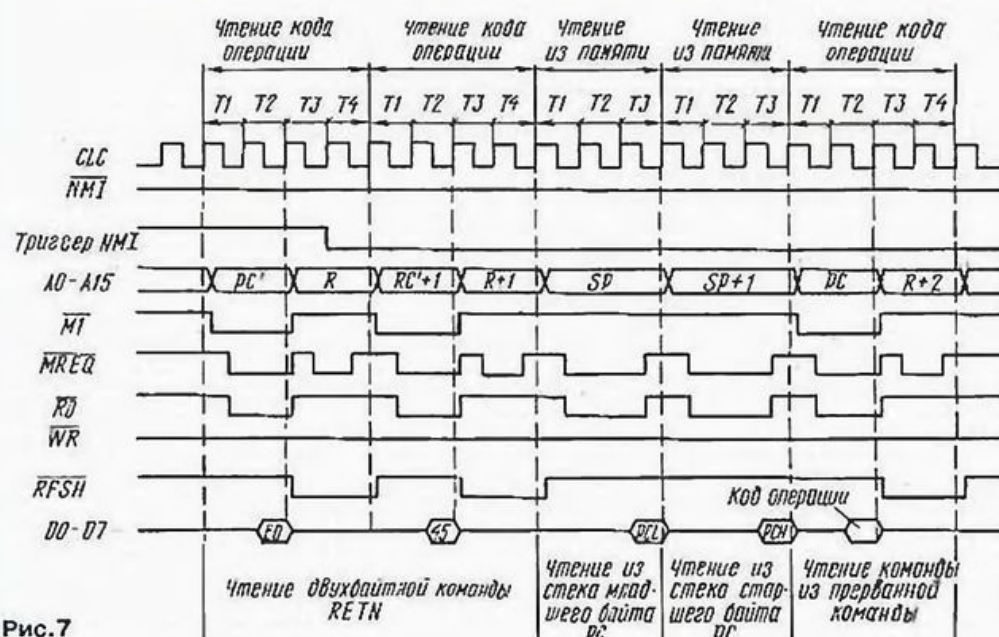

Рис.7
Возврат из подпрограммы обработки NMI осуществляется по команде RET N (код ED45H). После ее выполнения (см. рис. 7) автоматически восстанавливается состояние маскируемого прерывания, и за два цикла чтения информации из стека (SP) считываются младший (PCL) и старший (PCH) байты счетчика команд (PC), благодаря чему происходит возврат в прерванную программу.